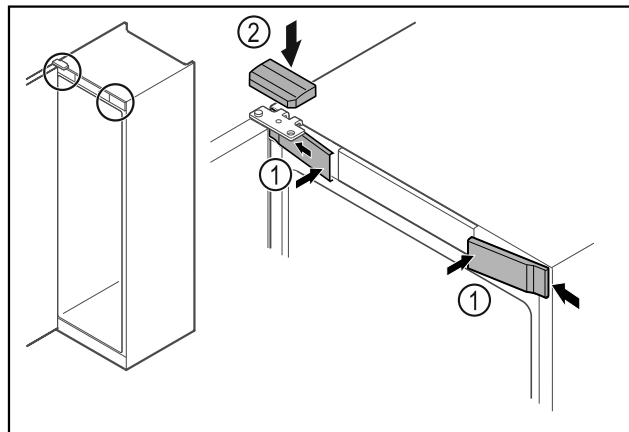

Fig. 49 *
- ▶ Kiinnitä etusuojukset Fig. 49 (1) sivulta ja lukitse paikalleen.*
- ▶ Paina ylempi suojus Fig. 49 (2) yläkautta paikalleen.*